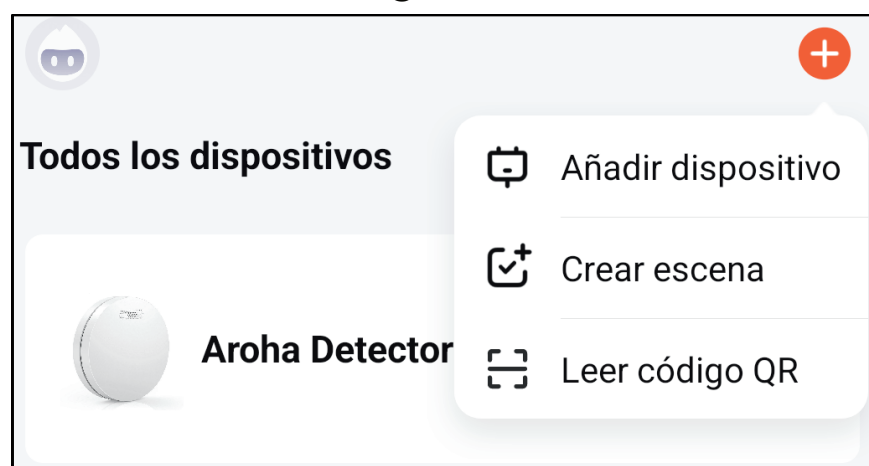

Figura 2: Agregar dispositivo en la aplicación
Paso 5: Haga clic en "+" en la esquina superior derecha de la pantalla de inicio de la aplicación. Luego elija "**Añadir dispositivo**", como se ve en la Figura 2. La aplicación ahora buscará automáticamente los dispositivos que estén en modo de emparejamiento. Siga los pasos descritos en la aplicación.